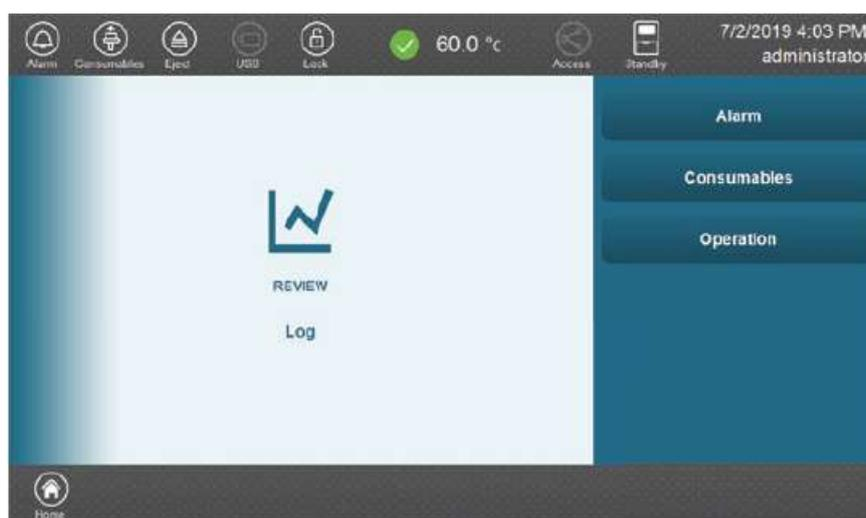
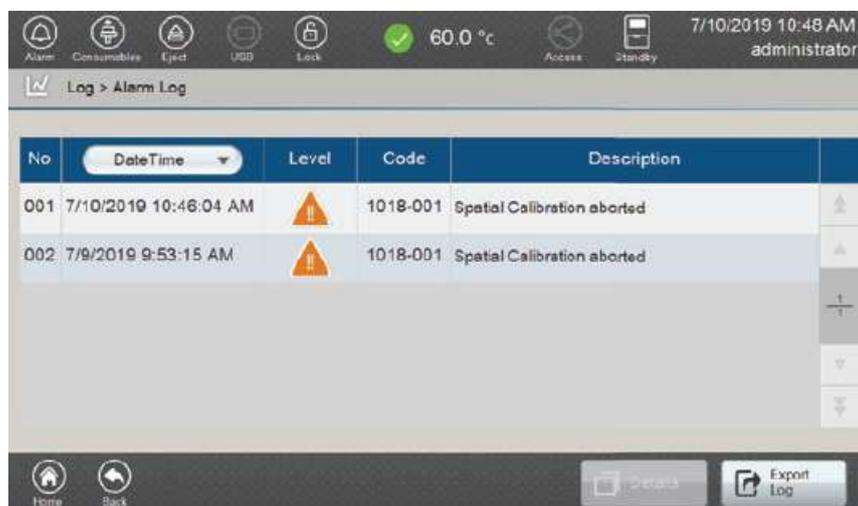
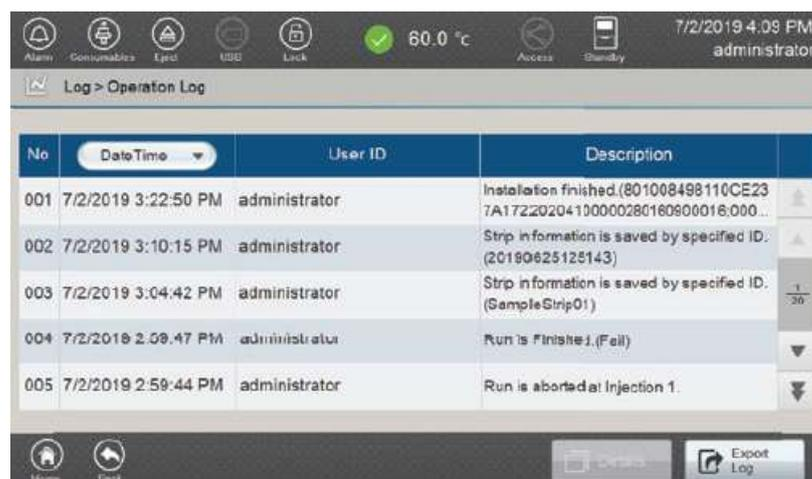

図 110 Log 画面
図 111 Alarm Log
図 115 Operation log 画面
Spectrum Compact Control Software は、装置のアラーム情報、消耗品情報、操作情報の情報をログに記録します。これらのログは、Main Menu 画面（図 9）の Review セクションにある log を選択することでアクセスできます。Log の画面（図 110）では、3つの機能が利用できます。
1. Log 画面（図 110）の **Alarm** を選択し、Alarm Log 画面（図 111）を開きます。
2. Alarm Log 画面の **Date Time** を選択し、ログを日付の降順、昇順に並べます。（図 111）
- Log 画面（図 110）の **Consumables** を選択し、Consumables Log 画面（図 113）を開きます。
1. Log 画面（図 110）の **Operation** を選択し、Operation Log 画面（図 115）を開きます。
2. Operation Log 画面（図 115）の Date Time の列を選んで、日付の昇順/降順にログを表示させます。
1. Log 画面（図 110）で **Alarm**、**Consumable**、**Operation** のいずれかを選択します。